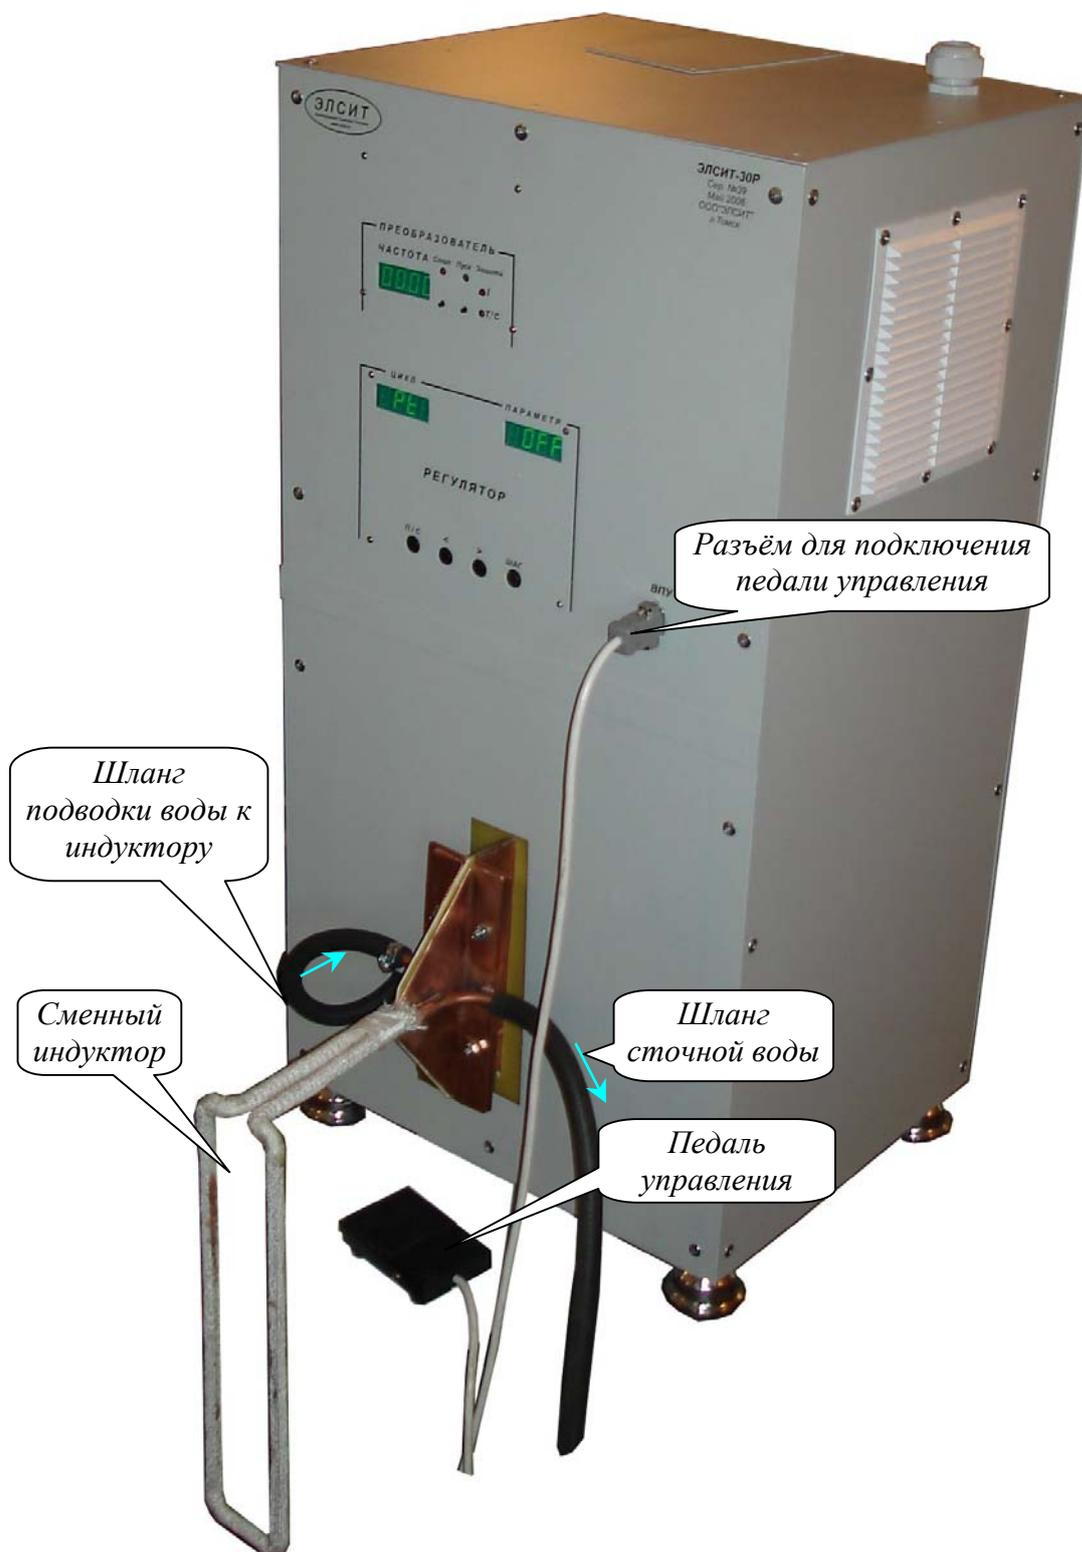
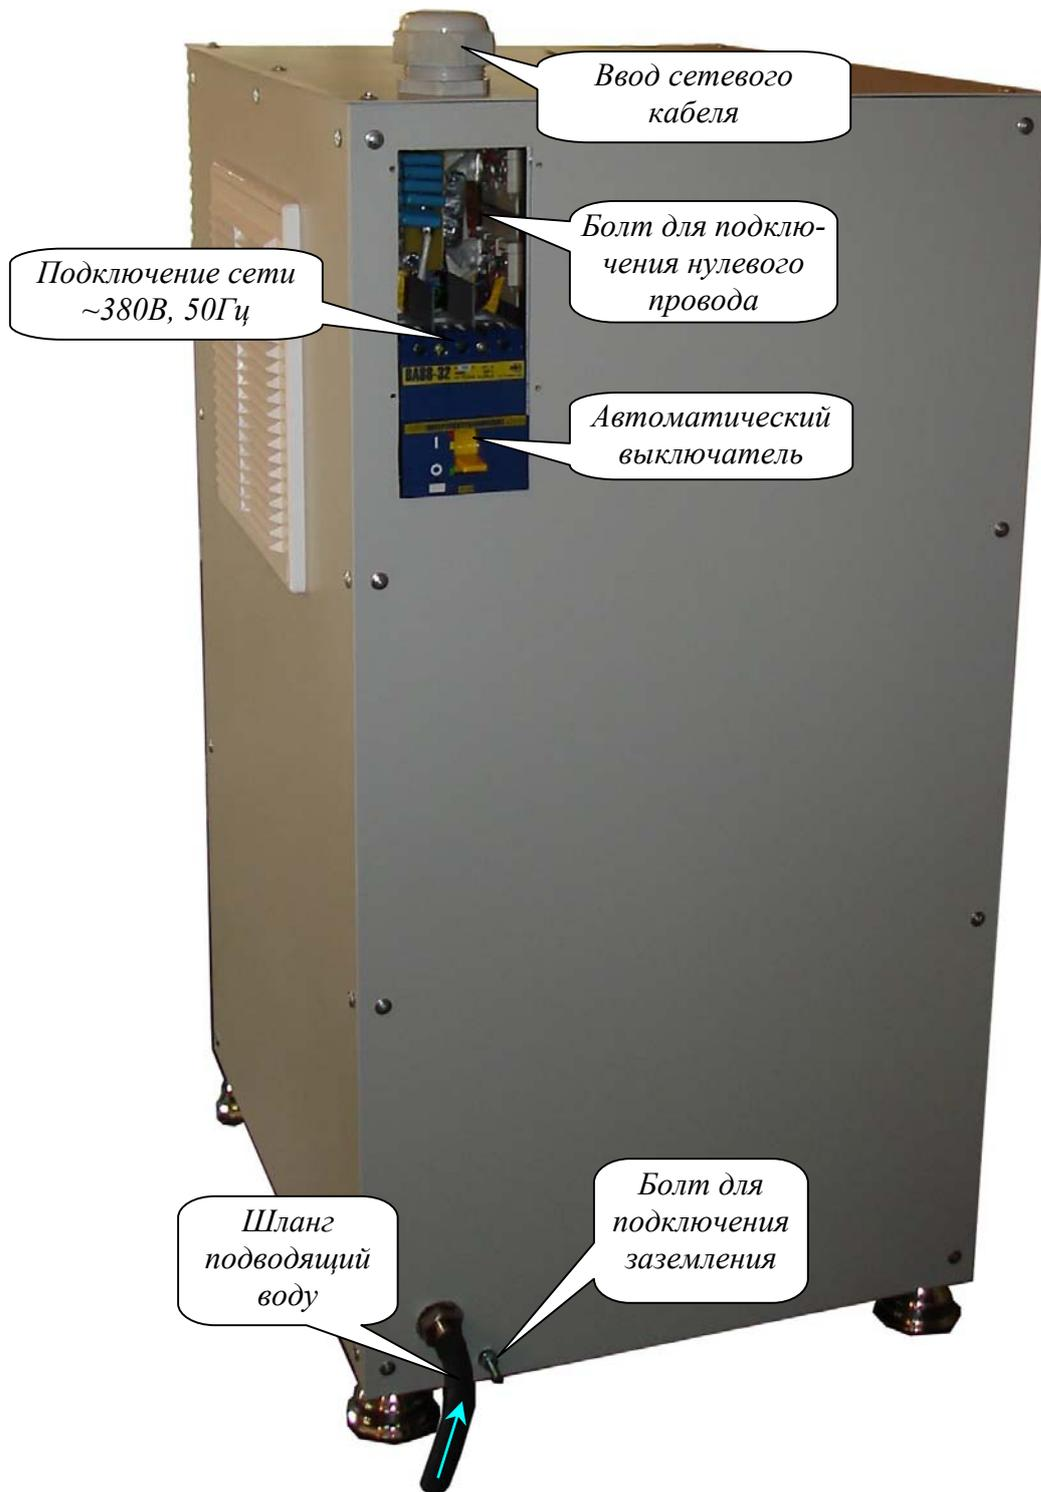

Рисунок 1. Силовой блок преобразователя (лицевая панель)
Рисунок 2. Силовой блок преобразователя (задняя панель)
Подключение сменного индуктора и педали управления изображены на рис.1. Подводка воды и подключение силового кабеля изображены на рис.2.
- 2) Нажатием кнопки «Пуск»/педали запускается таймер/регулятор и устанавливается запрограммированная мощность, засветится зеленый светодиод «Пуск» (рис.1); на индикаторе «ПАРАМЕТР» высветится значение таймера.
- 1) Автоматический выключатель на СБП установить в нижнее положение (рис.2).
- 2) Подвести сеть ~380В, 50Гц к СБП на автоматический выключатель (рис.2). **Нулевой провод подключается на отдельную клемму рядом с автоматическим выключателем!!!**
- 3) Подключить заземление, используя **специальный болт на корпусе СБП** (рис.2).
- 4) Подключить сменный индуктор к клеммам СБП (рис.1).
- 5) Подвести водяное охлаждение индуктора и СБП (рис.1, рис.2).
- 6) Подключить педаль с помощью соединительного шнура к СБП через разъём ВПУ (рис.1).
- 7) Включить автоматические выключатели на СБП (рис.2).
- 11) Нажать кнопку «**Стоп**» на передней панели СБП на ВПУ (рис.1) для сброса защиты (св.д. «**Стоп**» должен погаснуть).
- 15) После работы автоматический выключатель на СБП установить в нижнее положение (рис.2).